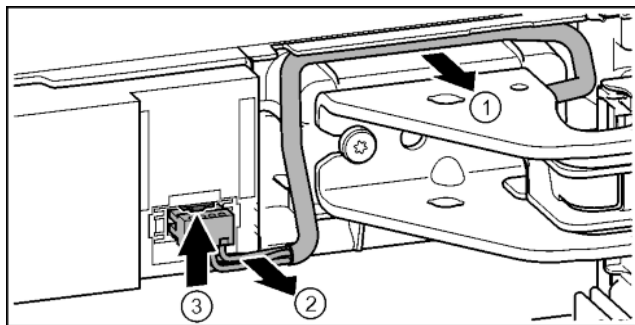

Fig. 23
- ▶ Óvatosan vegye ki a csapágyblokk feletti kábelt a vezető-sínből. Fig. 23 (1)
- ▶ Óvatosan húzza ki a kábelpázmákat a csatornából. Fig. 23 (2)
- ▶ Nyomja felfelé a fedőlemezt, és óvatosan húzza ki a dugót. Fig. 23 (3)